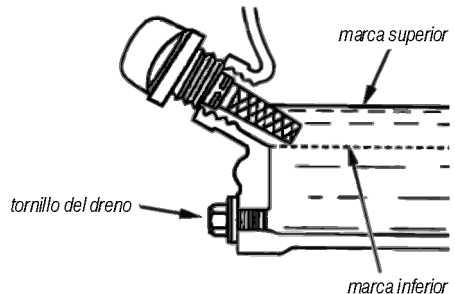

Fig. 11 – Nivel de aceite
- Retire nuevamente la varilla y realice la lectura (fig. 11);